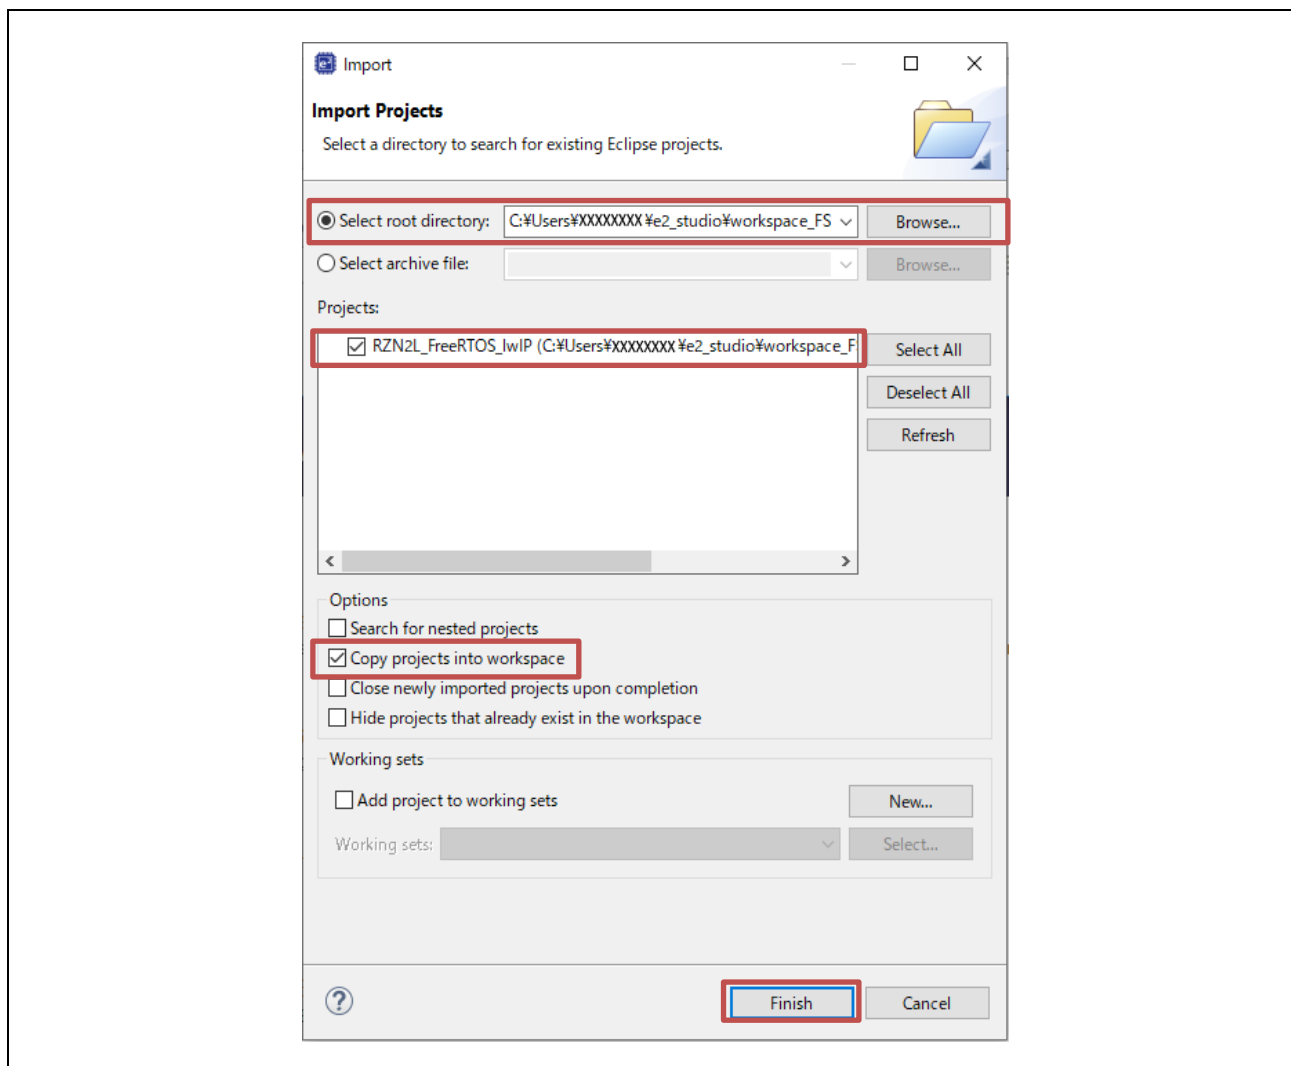

Fig.3-19 Launch project (5)
- ・ Fig.3-19 の Finish をクリックすると以下が表示されますので Yes To All をクリックします。